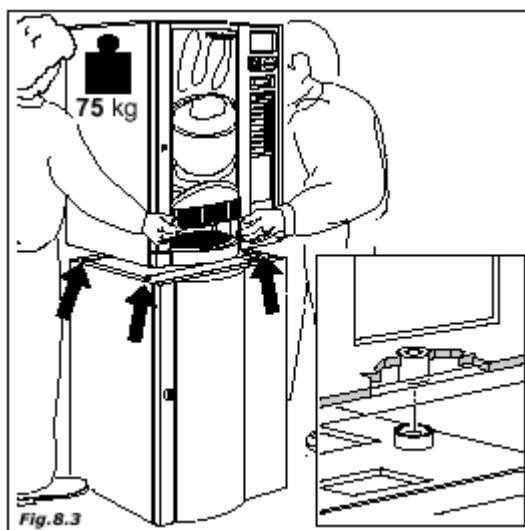

Fig. 8.3
- установите торговый автомат сверху, а затем совместите 4 винтовых отверстия с центровочными буксами (рис. 8.3).